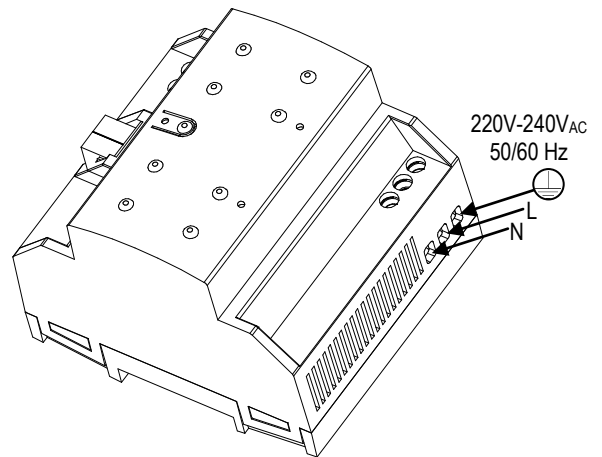

Figure 2: Installation et connexion ZPS320MPA230
- L'alimentation principale doit être branchée sur les connecteurs L, N et terre comme indiqué dans le schéma de la figure 2.